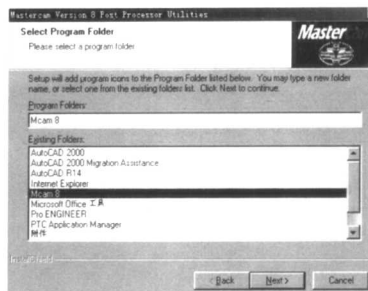

图 1-18
16) 如图 1-18 所示。安装后处理程序, 设置程序子目录, 选 Mcam 8, 设置好后, 单击 **Next >** (下一步)。